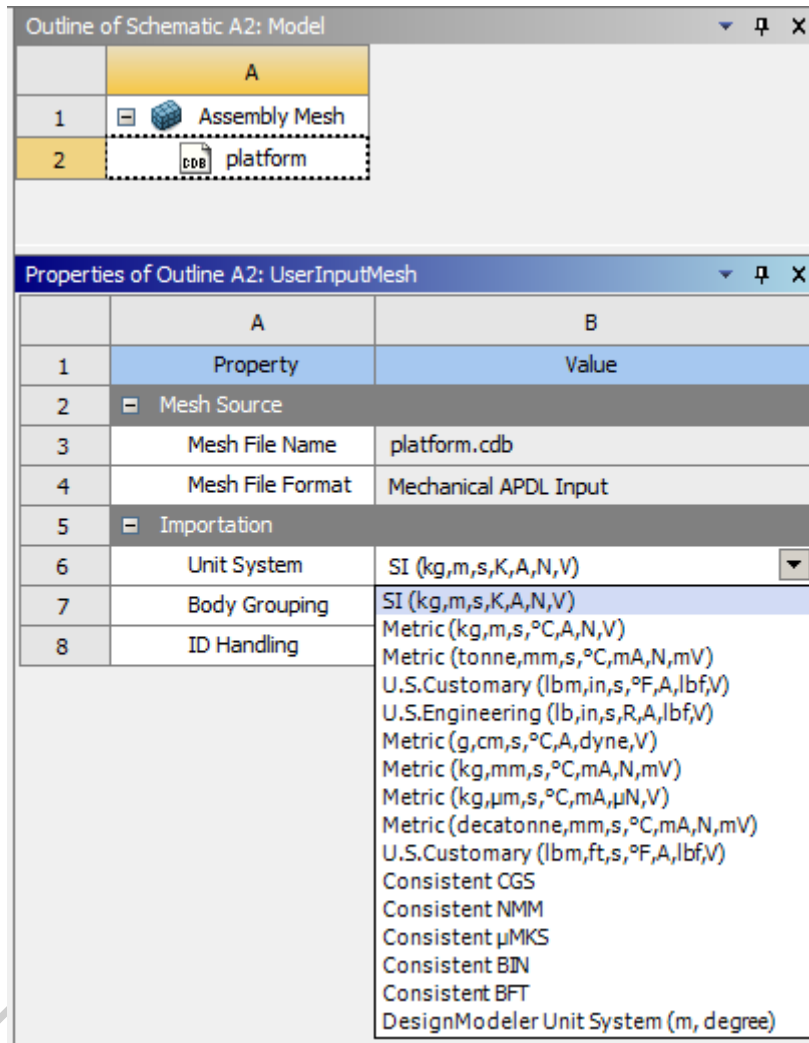

图 2.4
6. 选中 **Model** 点右键，选择 **Manage Input Meshes**，点击 **Platform**，然后在第 6 行选择 **SI** 国际单位制，如图 2.4 所示。